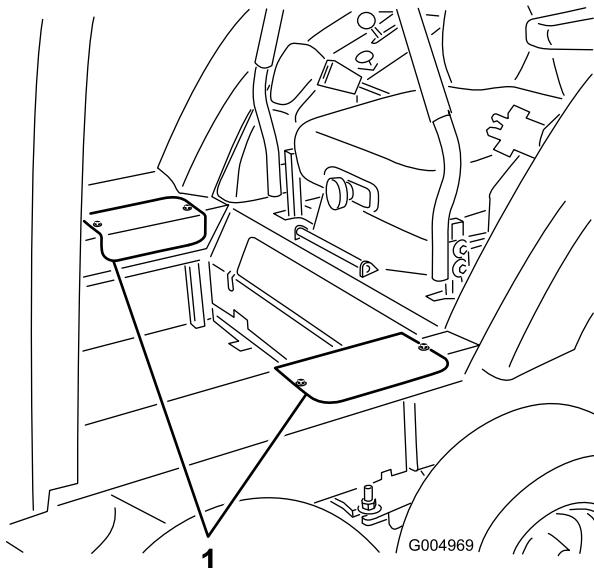

図 40
1. 各サイドアクセスカバーを固定しているねじ左右それぞれ2本を取ってカバーを外す 図 40。